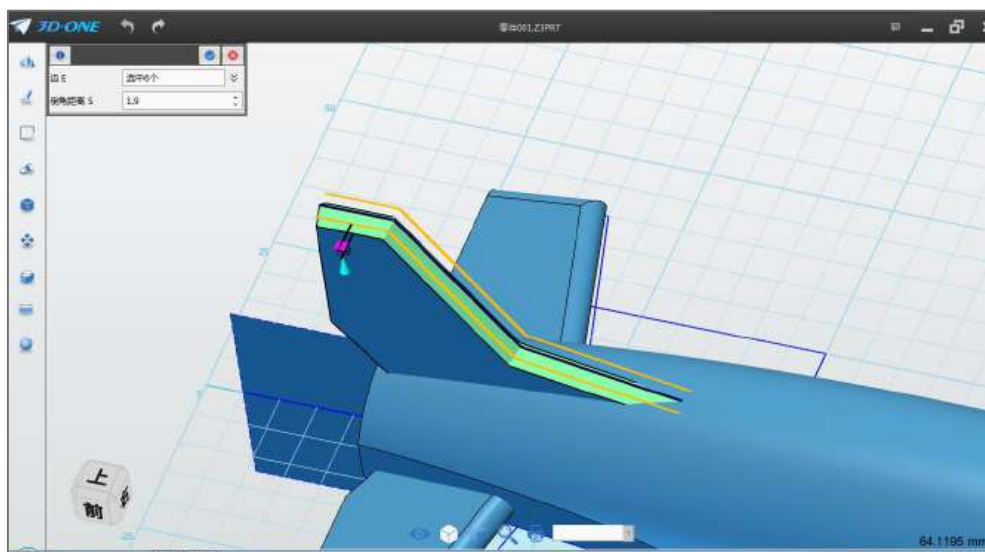

图 3-11
Step 11 点击确定，完成拉伸操作。选择倒角命令 ，边线选择如图边线，倒角距离设为 1.9，如下图 3-11 所示：